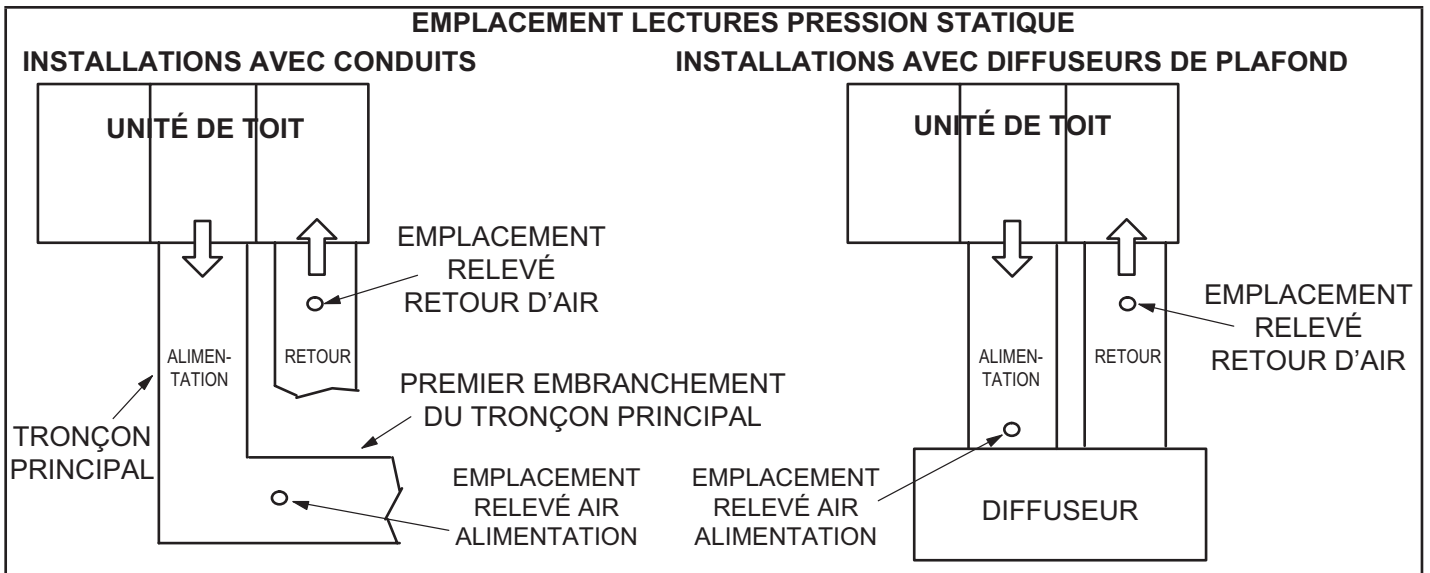

FIGURE 20
- 2 - Avec tous les panneaux d'accès en place, mesurez la pression statique à l'extérieur de l'unité (depuis l'alimentation jusqu'au retour). Les données de rendement du ventilateur sont basées sur les mesures de pression statique réalisées aux endroits indiqués à la FIGURE 20.